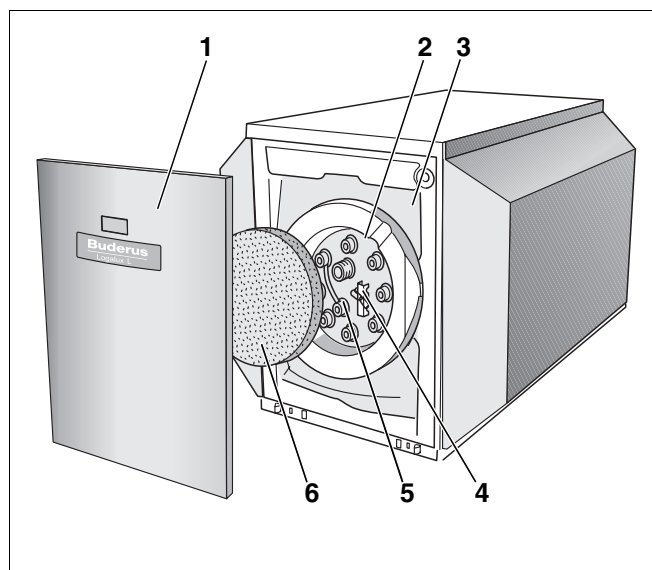

Рис. 1 Бак-водонагреватель Logalux L 135 – 200
Антикоррозионная защита состоит из гигиеничной термоглазури DUOCLEAN MKT, разработанной фирмой Будерус, и дополнительной катодной защиты в виде магниевого анода (рис. 1, **поз. 5**), доступ к которому осуществляется через крышку люка (рис. 1, **поз. 2**).
- Крышка люка (рис. 1, **поз. 2**) для проведения техобслуживания и чистки.
- Теплоизоляция (рис. 1, **поз. 3**)
Теплоизоляция из не содержащего вредных веществ полиуретанового пенопласта нанесена непосредственно на бак. Теплоизоляционный элемент (рис. 1, **поз. 6**) из пеноматериала уменьшает теплопотери через крышку люка.
- Температурный датчик (рис. 1, **поз. 4**)